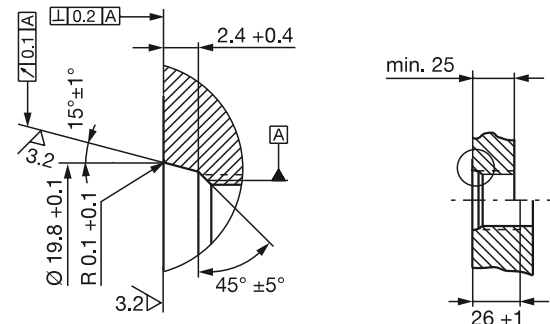
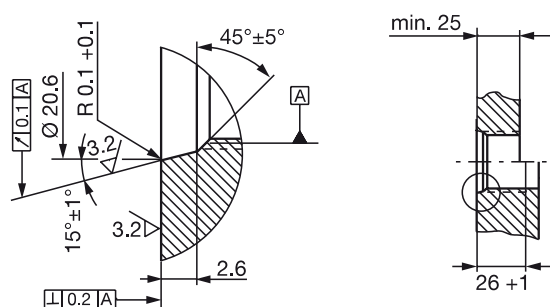

Fig. 4-3 : Foro di avvitamento M18 x 1.5 secondo ISO 6149 O-ring 15.4 x 2.1
Fig. 4-4 : Foro di avvitamento 3/4"-16UNF secondo SAE J475 O-ring 15.3x2.4
- ▶ Creare il foro di avvitamento con filettatura (eventualmente svasatura per l'O-ring) come da Fig. 4-3 o Fig. 4-4.